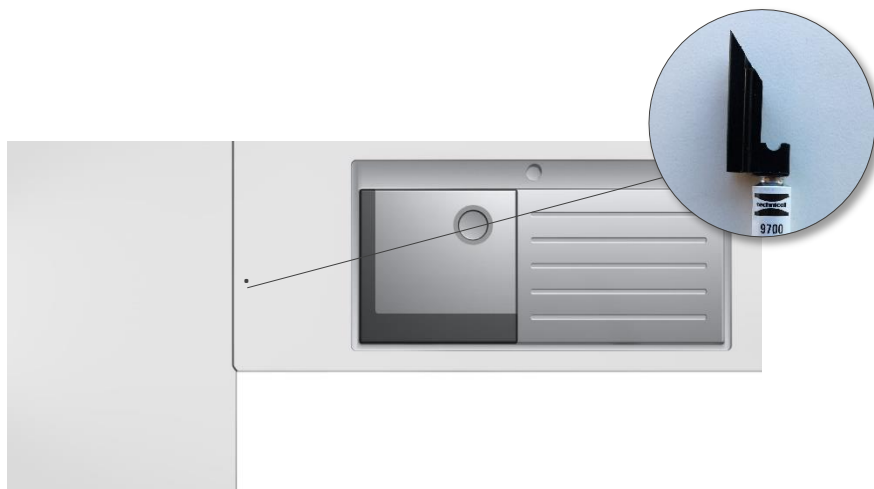
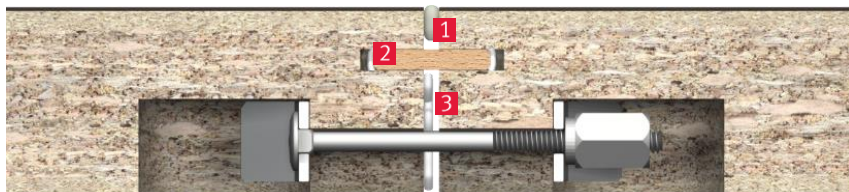

Figura 22
Figura 24
Îmbinările blaturilor de lucru și îmbinările de colț trebuie să fie realizate perfect și să fie complet etanșe, nu doar din motive estetice. Acestea trebuie să respingă orice urmă de umiditate care poate provoca umflarea plăcii de PAL. În acest scop a fost dezvoltat special etanșantul EGGER, pentru etanșarea îmbinărilor (îmbinări de colț) blaturilor de lucru pentru bucătării. Etanșarea flexibilă împiedică pătrunderea umezelii și a lichidelor în îmbinare. Aceasta este rezistentă la detergenți, apă, grăsimi, uleiuri etc. și este disponibilă în patru culori diferite. Conținutul tubului de 10 g este suficient pentru o lungime medie de îmbinare de 600 mm – a se vedea figura 22.
Aplicarea etanșării începe cu perforarea membranei de închidere a tubului, urmată de deșurubarea suportului de aplicare de culoare neagră – a se vedea figura 22. Apoi, suportul de aplicare este ghidat de-a lungul părții superioare a îmbinării blatului de lucru, iar pasta de etanșare este presată uniform atunci când iese din tub. Imediat după aplicarea etanșării, blaturile de lucru trebuie îmbinate și înșurubate. Orice reziduu scurs trebuie îndepărtat imediat cu un produs de curățare adecvat – a se vedea figura 24.
6. Îmbinați blaturile de lucru, introduceți feronerie și strângeți ușor șuruburile. Aliniați blaturile de lucru orizontal (pană sau pârghie) și vertical (ciocan cu cap de cauciuc sau cleme - protejați cu blocuri de amortizare). Strângeți conectorii pentru blatul de lucru la mână după aliniere. La strângere, trebuie să verificați ca cele două suprafețe ale blaturilor de lucru să rămână aliniate și ca etanșantul să iasă pe toate părțile. Nu solicitați blaturile de lucru cât timp se întărește etanșantul – a se vedea figura 24.